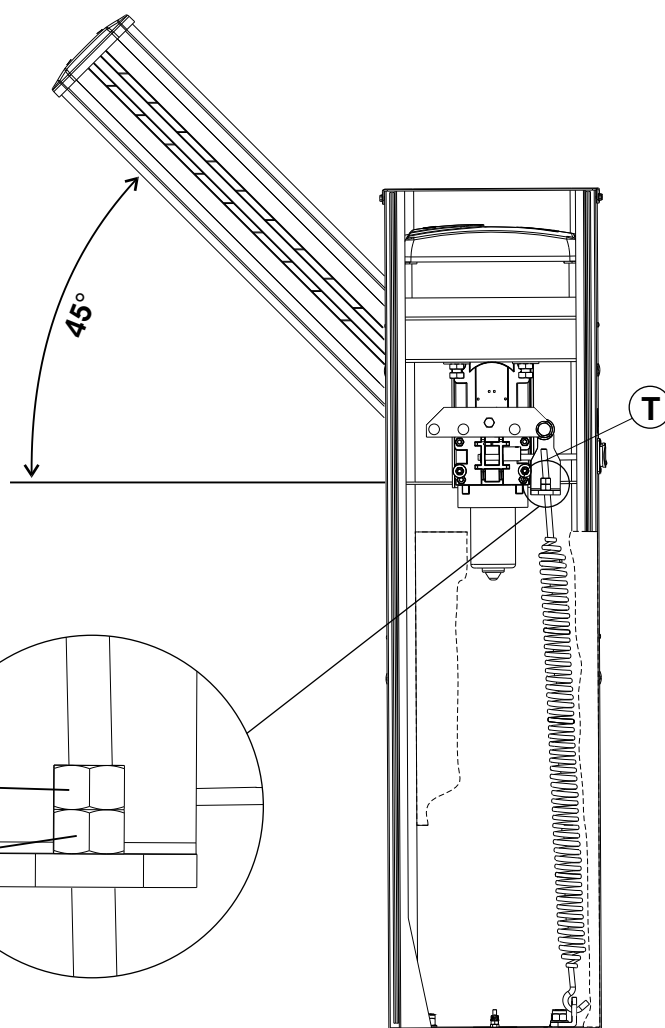

Fig. 8
- Desbloquear el asta mediante el desbloqueo manual, de modo que la misma sea libre de abrirse y cerrarse manualmente (Fig. 8).
- Destornillar o apretar la tuerca tensamuelle hasta que el muelle equilibre el peso del mástil inclinado de 45° (Fig. 8). La condición optimal de un perfecto balanceo se obtiene cuando el mástil se queda detenido en la posición indicada en Fig. 8.